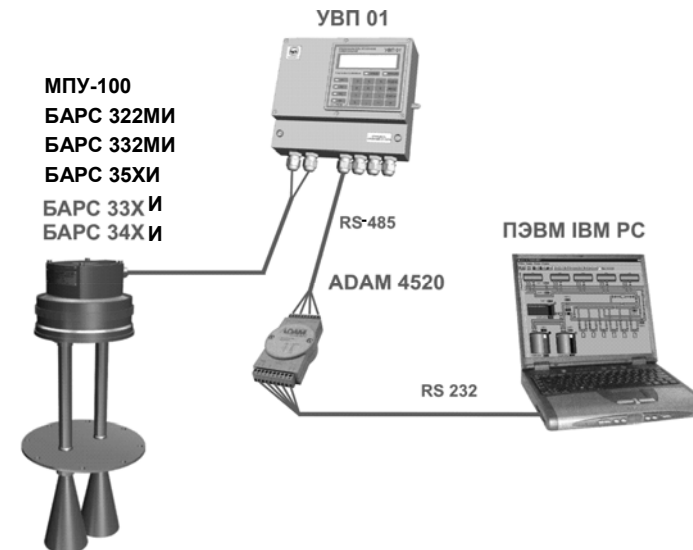

Рисунок 4 – Подключение прибора к компьютеру
2.3.1 Подключение прибора к компьютеру (ПЭВМ) осуществляется через интерфейс стандарта EIA RS-485 напрямую, если компьютер имеет встроенный RS-485-порт, или к COM-порту с помощью преобразователя интерфейсов ADAM-4520 (рисунок 4), к USB-порту с помощью ADAM-4561. Допускается применение других аналогичных преобразователей.